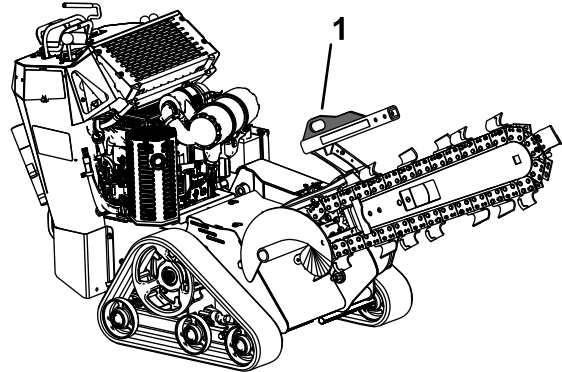
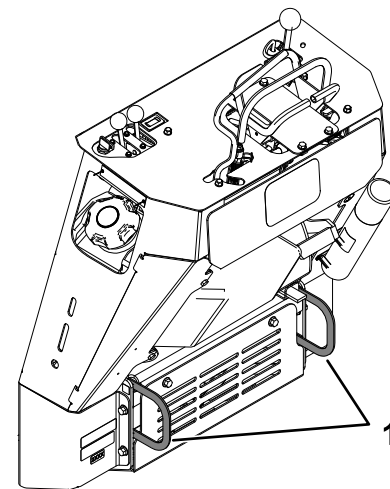

Figure 17
Figure 18
3. Pour arrimer la machine sur une remorque, passez des chaînes ou des sangles dans les points d'attache/de levage situés à l'avant et à l'arrière de la machine (Figure 17 et Figure 18). Reportez-vous aux ordonnances locales concernant les exigences d'arrimage et de remorquage.
Vous pouvez soulever la machine en vous servant des points d'attache/de levage (Figure 17 et Figure 18).